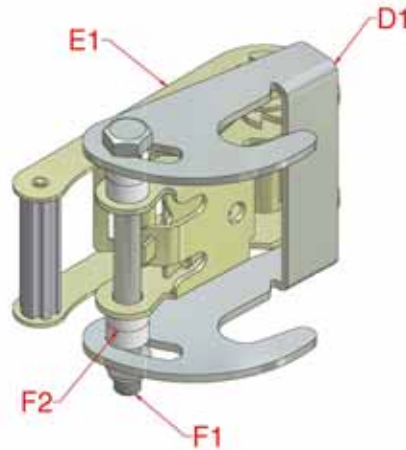

Abbildung 6a: 50 mm Haken und Ratscheneinheit
- 6.1 Wenn  $L > 10$  m, befestigen Sie die Ratschenhaken (D1) mit den Schrauben M12 x 130 und den Muttern (F1) an den Ratschen (E1). Verwenden Sie dabei zwei Ratschenabstandshalter (F2) auf jeder Seite der Ratsche; Abbildung 6a.